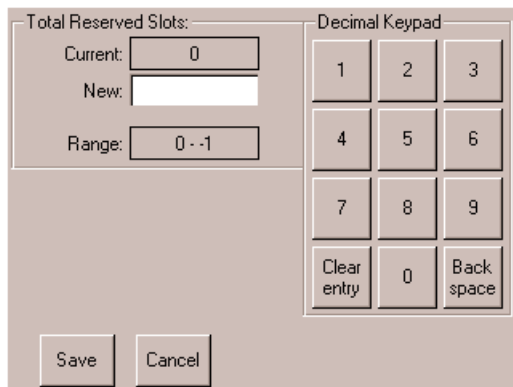

Figura 3-8. Schermata con tastierino numerico degli slot riservati
3. Premere la casella corrispondente all'opzione Total Reserved Slots (Slot riservati totali). Sul display appare un tastierino numerico (vedere la Figura 3-8).